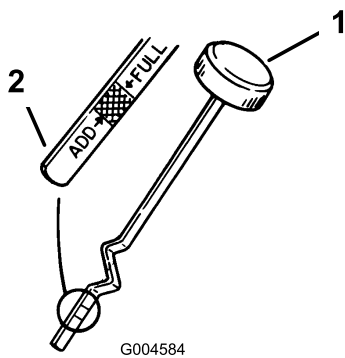

**Figure 20**
11. Versez lentement environ 80 % de la quantité d'huile spécifiée dans l'orifice de remplissage (Figure 20). Vérifiez le niveau d'huile (voir Contrôle du niveau d'huile).